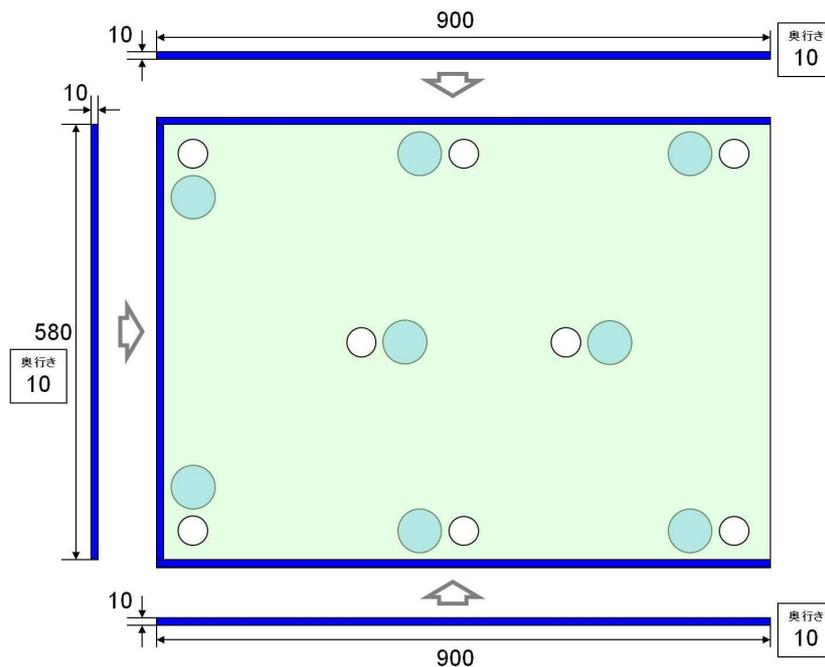

図12 枠のセット
- ③ 幅、高さ10mmの木材を900mm 2本と、58mm 1本を作る。着色し、図12のように張り付ける。